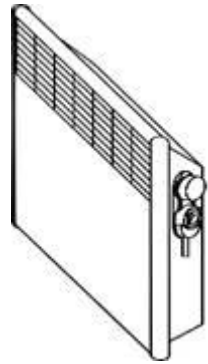

Рис. 5
5.8 Переведіть клавішу вимикача у відключене положення «0», ручку термостата встановіть в положення «*» (сполучіть знак «*» на ручці з міткою на блоку керування). Конвектор готовий до роботи (розташування органів керування конвектором наведено на рис. 5).